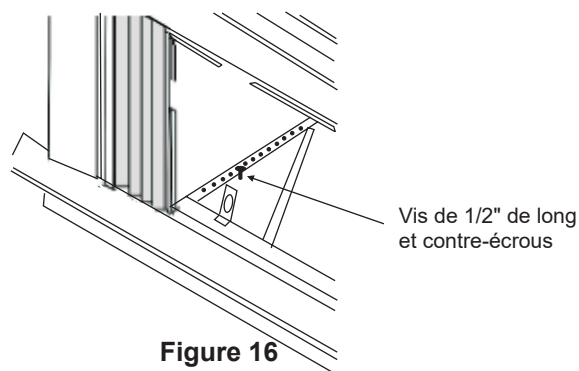

Figure 16
3. Installez les supports (avec les équerres d'appui fixées) dans le trou approprié au bas de l'armoire, comme illustré à la Figure 16.